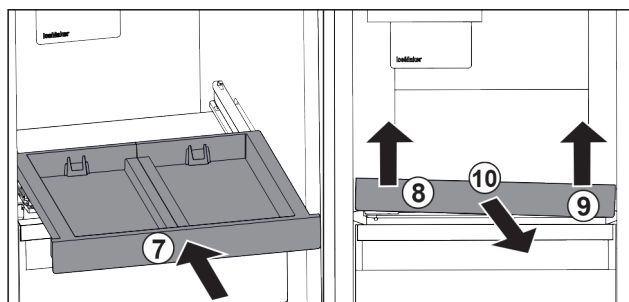

Fig. 20
- ▶ Uitschuifplateau erin schuiven. Fig. 20 (7)
- ▶ Uitschuifplateau linksvoor optillen. Fig. 20 (8)
- ▶ Uitschuifplateau rechtsvoor optillen. *Fig. 20 (9)*
- ▶ Uitschuifplateau er naar voren uitnemen. *Fig. 20 (10)*